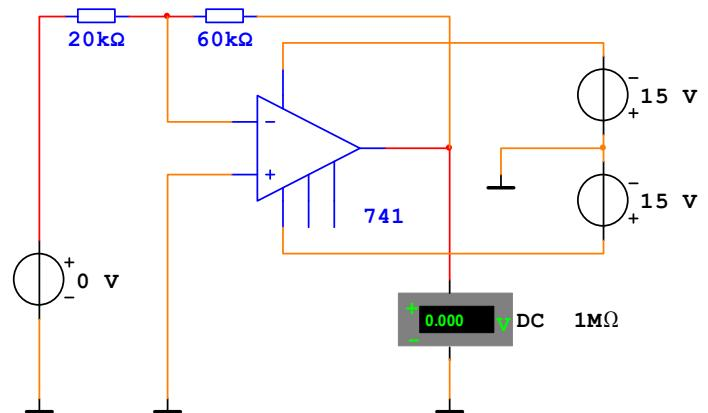

Рис.8.3
8.2.4. Для снятия передаточной характеристики ОУ с ООС в схеме инвертирующего усилителя, соберите схему, приведенную на рис.8.3. Повторите измерения п.8.2.3. Постройте передаточную характеристику усилителя на том же графике и определите коэффициент усиления и рабочий диапазон входных и выходных напряжений. Сделайте выводы.